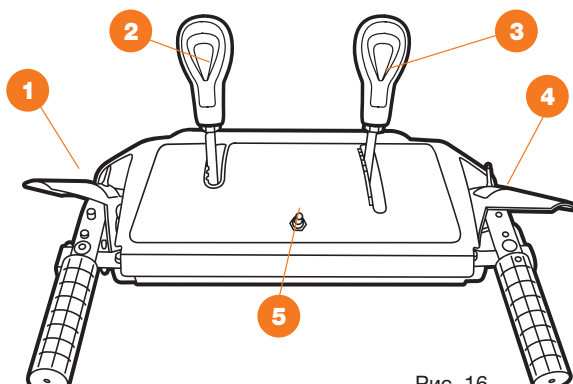

Рис. 16
- Система активируется автоматически, после нажатия рукоятки вращения щетки 4 и при нажатии рукоятки движения 1 рукоятка вращения щетки блокируется и ее можно отпустить, что позволит свободной рукой производить регулировку поворота щетки (Рис. 16).